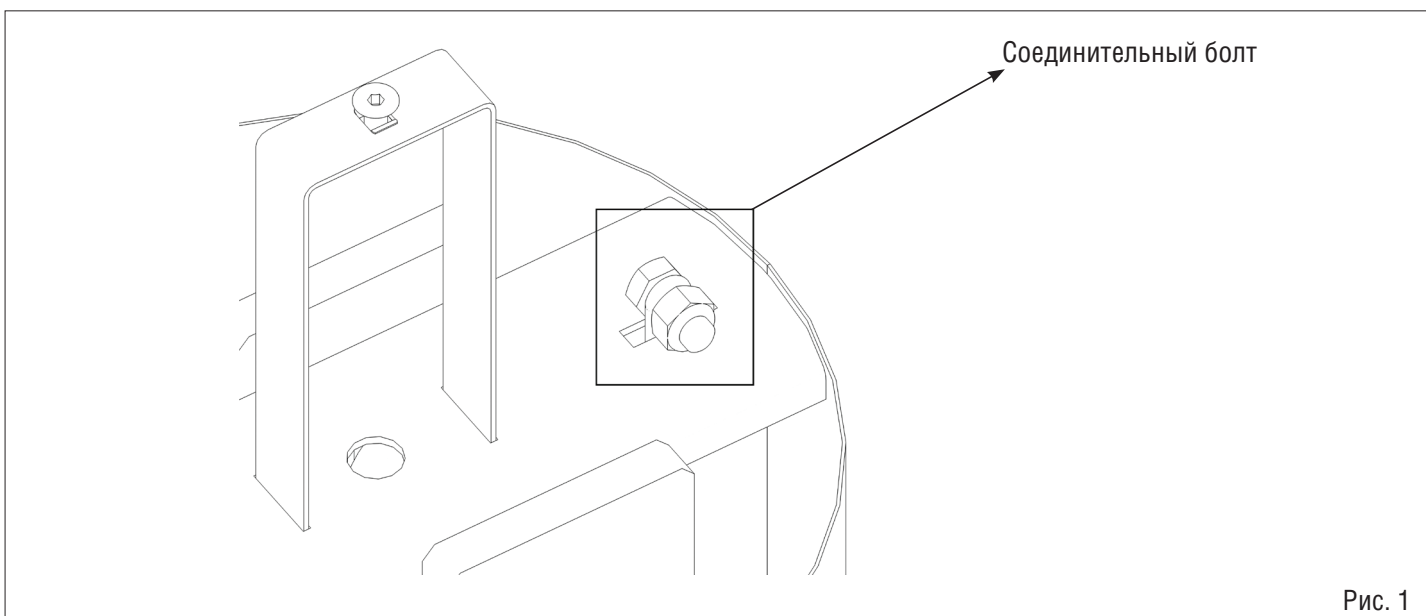

Рис. 1
- Переведите устройство в открытое положение и прикрепите другой конец цепи к устройству Slave при помощи соединительного болта, поставляемого в комплекте с устройством, как показано на рисунке (рис. 1).